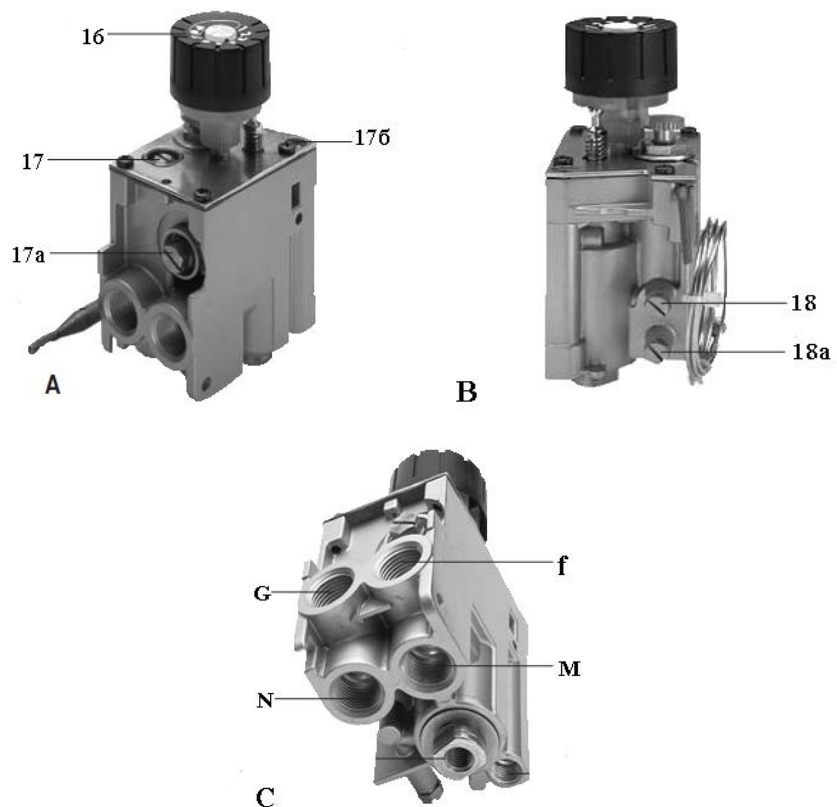

Рис. 9. Газовый клапан
- 23 Газовый клапан (который показан на Рис. 9)